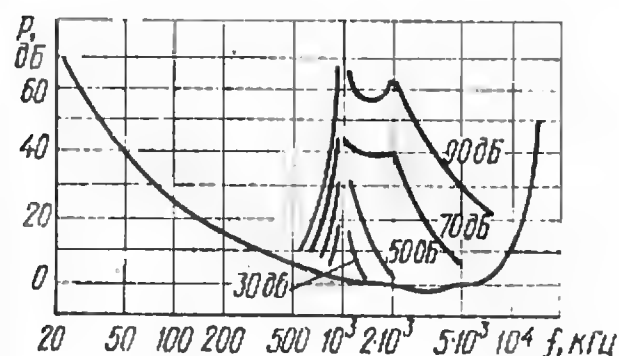

Рис. 2
На рис. 2 показаны кривые порогов слышимости измерительного тона при маскировке его мешающим тоном частотой 1 кГц и уровнями 30, 50, 70 и 90 дБ. Измерительный тон станет слышимым только тогда, когда его уровень превысит соответствующий порог слышимости. Ниже этих порогов будет слышен только мешающий тон. Следует обратить внимание на то, что область маскировки измерительного тона сужается с уменьшением уровня мешающего тона.
1. Анализ кривых, приведенных на рис. 1 и 2, показывает, что все гармоники с амплитудой ниже уровня, ограниченного кривой 2, будут неслышны. Создается впечатление допустимости большого числа и значительных по амплитуде гармоник высших порядков. Например, судя по рис. 1, уровень 15-й гармоники может достигать -30 дБ (здесь и далее уровень гармоник указан относительно максимальной мощности сигнала 1 кГц — 80 дБ). Однако на этот счет не следует обольщаться. Во-первых, амплитуда допустимых с точки зрения слухового восприятия гармоник быстро падает с уменьшением уровня сигнала (рис. 2), например, при уровне 50 дБ амплитуды гармоник, вносящих наибольший вклад в K_r (со второй по шестую), должны быть ниже кривой АПС. Во-вторых, сконструировать усилитель ЗЧ, амплитуды гармоник которого повторяли бы АПС, практически невозможно. В-третьих, все сказанное справедливо для одночастотного сигнала. При усилении реального сигнала процессы возникновения продуктов нелинейности будут гораздо сложнее. Поэтому при проектировании усилительного устройства следует стремиться к тому, чтобы спектр усиленного сигнала был ограничен пятью гармониками. Согласно рис. 1, уровни второй, третьей, четвертой и пятой гармоник не должны превышать соответствен-